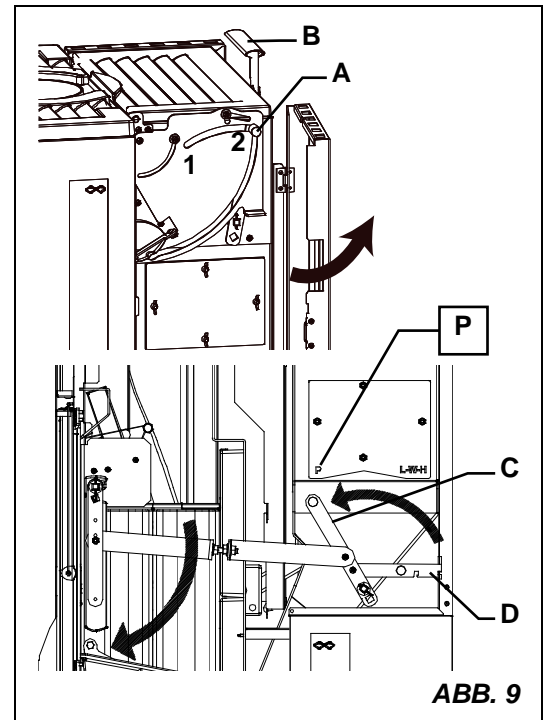

ABB. 9
- 1) Die seitliche Klappe für den Zugang zu den mechanischen Elementen öffnen (**L** ABB. 9); wenn der Hebel (**C**) schon in der richtigen Position **P** (PELLET) ist, weiter zu Punkt 3);
- 2) Den Hebel (**C**) (ABB. 9) durch Heben des Riegels (**D**) lösen, zum **vorderen** Teil des Ofens in die Position drücken, die mit dem **Buchstaben P** (PELLET) markiert ist, und mit dem Riegel (**D**) blockieren, wobei der Gitterrost (**G**) aus Gusseisen sich in vertikaler Stellung befindet;